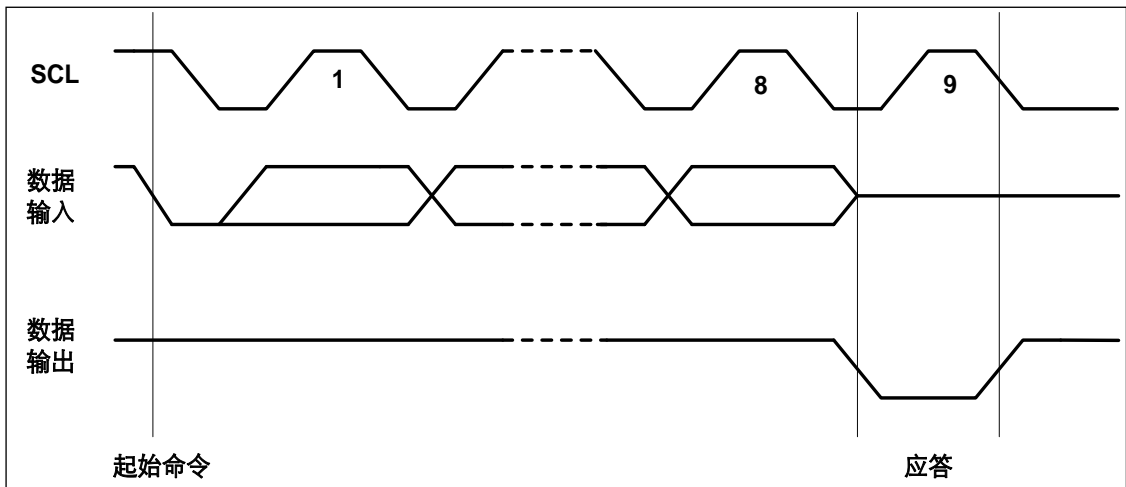

图 12-5 输出应答(ACK)
**输出应答:** SDA 上的数据都是以 8 位为一组串行输入和输出的, MSB 先发, 接收方在收完每个字节后应当在第 9 个周期回发一个响应位(以下简称 ACK), ACK 的时钟由主机提供。发送方在 ACK 期间悬空 SDA, 接收方须将 SDA 拉低, 确保 ACK 时钟高电平期间 SDA 为低, 形成有效的 ACK 信号(参见图 12-5)。